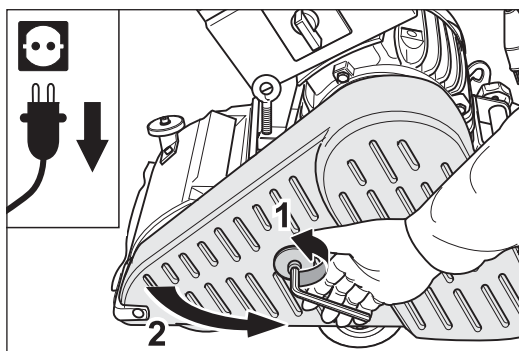

Abb. 2 Den Netzstecker aus der Steckdose ziehen und den Riemen-Schutz öffnen.
- 3 Öffnen Sie den Riemen-Schutz (Abb. 2).